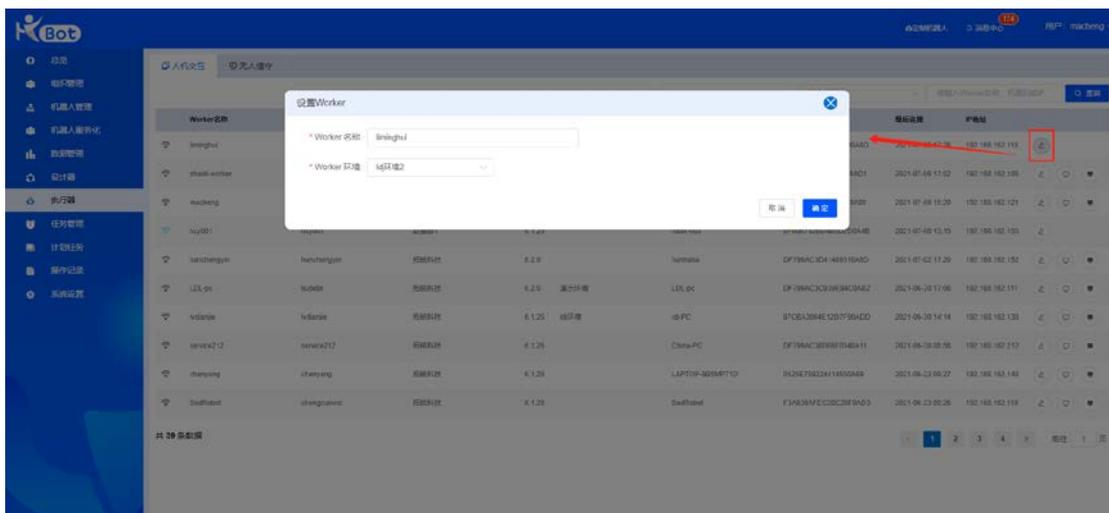

图 50
- 人机交互 Worker 编辑：修改 Worker 名称及 Worker 环境，如图 50。